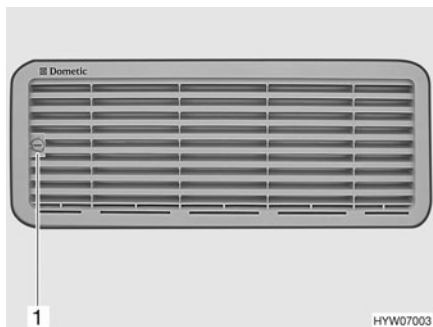

Fig. 125 Rejilla de ventilación del frigorífico (Dometic pequeño)
- Girar el tornillo (Fig. 125,1) un cuarto de vuelta con la ayuda de una moneda.